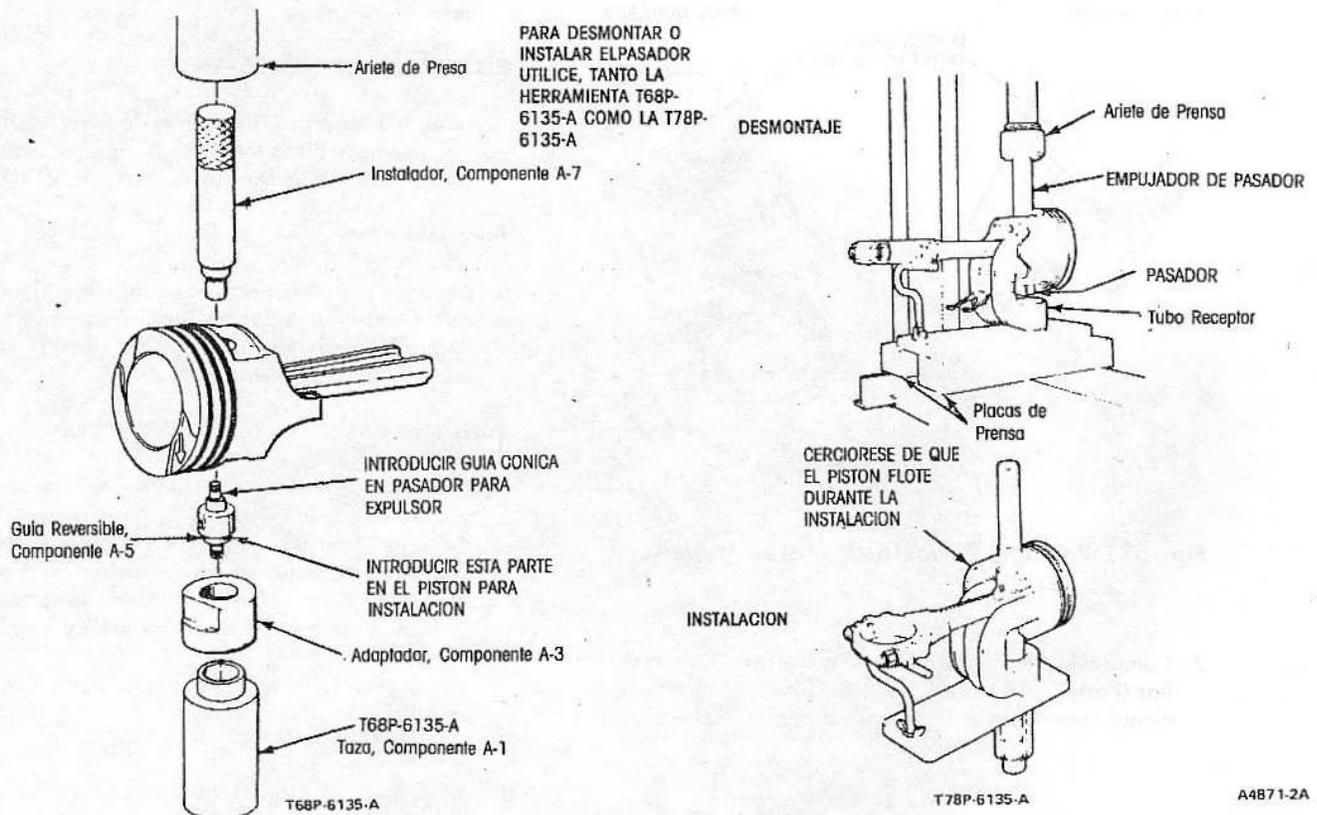

Fig. 53. Remoción o Instalación del Pasador de Pistón
3. Con una prensa y la herramienta mostrada en la Fig. 53, expulse el pasador del pistón y la biela. Quite los anillos.
1. Aplique una capa delgada de aceite SE a todas las piezas. **Instale el pistón y la biela con el agujero para salpicado de aceite y las marcas en el pistón como se ilustra en la Fig. 53.**
2. Empezee a introducir el pasador en el pistón y la biela (puede requerir unos golpecitos con un mazo de cuero). Con una prensa, instale el pasador por el pistón y la biela hasta que quede centrado en el pistón (Fig. 53).